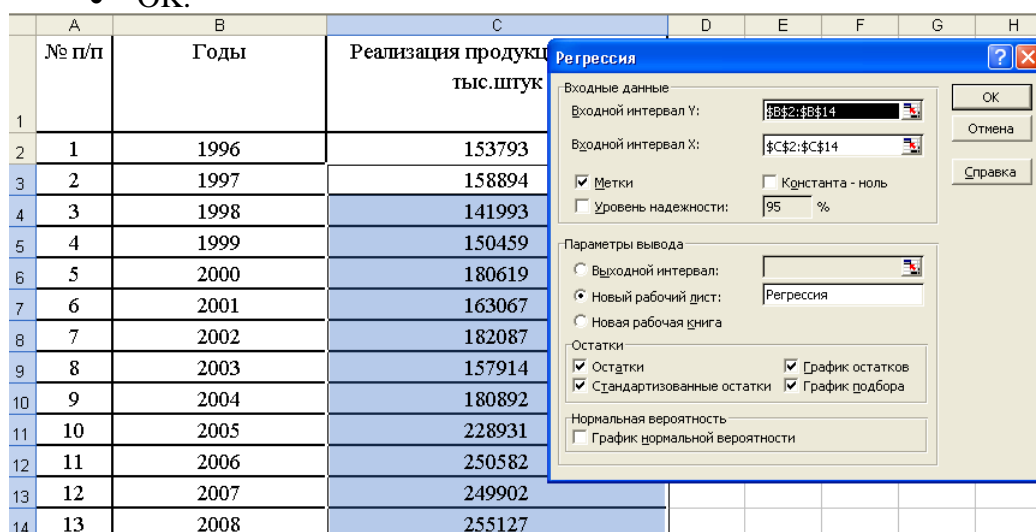

Рис.1.
- в диалоговом окне Анализ данных выберите инструмент Регрессия (рис.1), а затем щелкните на кнопке ОК;
- в диалоговом окне Регрессия в поле «Входной интервал Y » введите адрес одного диапазона ячеек, который представляет зависимую переменную. В поле «Входной интервал X » введите адреса одного или нескольких диапазонов, которые содержат значения независимых переменных (рис.1);